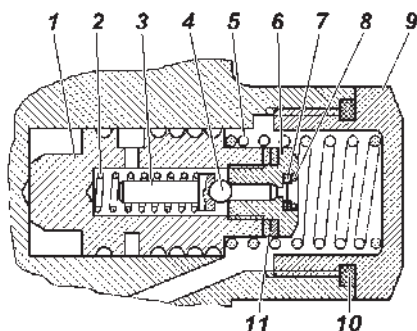

Рис. 9.31. Расходный и предохранительный клапаны насоса:
1. Отверните пробку-заглушку 9 (рис. 9.31), расположенную над выходным отверстием насоса.